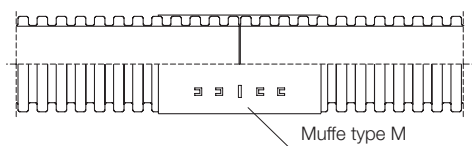
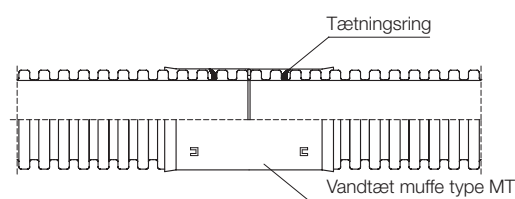

Fig. 8: Samling af rør med sandtæt mufte, type M
Fig. 9: Samling af rør med vandtæt mufte, type MT
1. Samling af rør med korrugeret yderside (DVK, DVR og KR) kan ske ved hjælp af fabriksfremstillede sandtætte muffer type M (fig. 8) eller vandtætte muffer type MT (fig. 9). Ved anvendelse af muffer af typen MT skal tætningsringene placeres i den næstyderste rille (fig. 9). For at gøre samlingen lettere skal tætningen forsynes med et smøremiddel. Muffer af typerne M og MT er forsynet med låsekroge, så rørene låses fast ved sammentrykning.